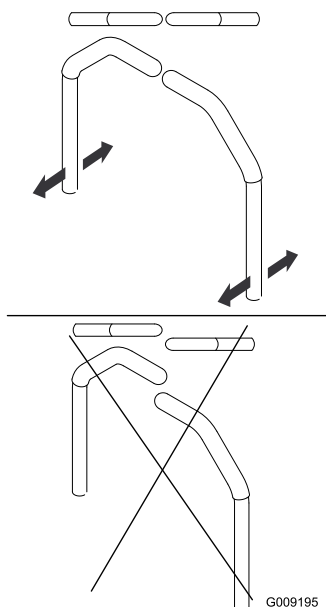

Figure 82
4. Réglez l'alignement avant/arrière des leviers en les plaçant tous deux à la position POINT MORT, puis faites-les coulisser jusqu'à ce qu'ils soient alignés, et serrez les boulons (Figure 82).